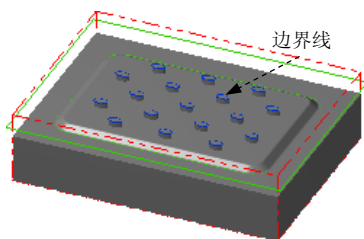
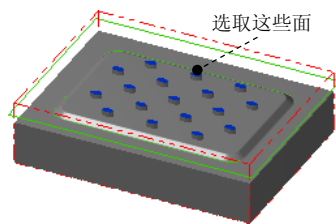

图 25.27 创建边界线
图 25.28 定义附着面
Step1. 创建图 25.27 所示的边界。选择下拉菜单 **C 绘图**  **V 曲面曲线**  **A 所有曲线边界** 命令，选取图 25.28 所示的面为附着面。（详细过程参见录像）